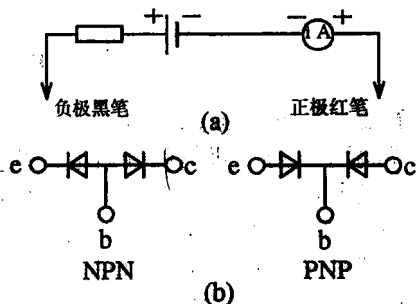

图 1.6 用万用表测三极管电极
万用表欧姆挡可以等效为由一个电源（电池）、一个电阻和微安表相串联的电路，如图1.6(a)所示，红表笔 $\oplus$ 接电源负极，黑表笔接电源正极。
(1) 三极管可视为两个背靠背或相反联接的二极管，如图1.6(b)所示。
(2) 三极管三个区的特点：发射区杂质浓度大，基区薄且杂质浓度低，集电区杂质浓度很低。因此，发射结正偏时，射区有大量的载流子进入基区，且在基区被复合的数量有限，大部分被集电极所吸收，所以此时的电流放大系数  $\beta$  大。如果把发射极和集电极调换使用，则集电结正偏时，集电区向基区发射的载流子数量有限，在基区被复合后能被发射极吸收的载流子比例很小，所以  $\beta_{\text{反}}$  很小。